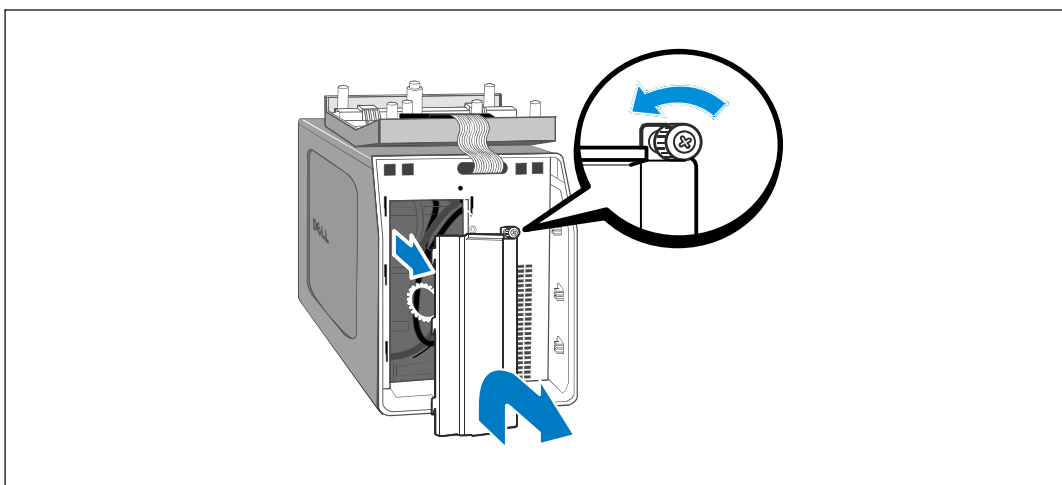

図 11. バッテリーカバーの取り外し方
- 3 金属製のバッテリーカバーの蝶ネジを外し、カバーを持ち上げて取り外します。（図 11を参照）